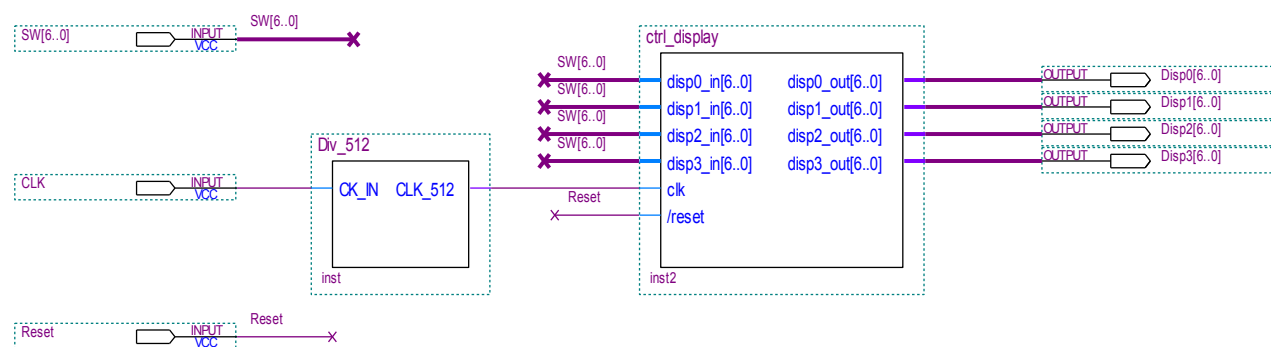

Figura 1. Circuito de prueba para la parte (a).
- Generar un proyecto en el Quartus II con el circuito indicado en la figura 1, donde **SW[6..0]** se conectará a los switches 6 al 0, Reset al boton2 y **CLK** al reloj de la placa DE0. Analizar el circuito, simular, programar la placa y verificar el funcionamiento (**para evitar tiempos largos en la simulación, realizarla sin el bloque Div_512**).
- Explicar brevemente que es lo que hace la prueba (figura 1).